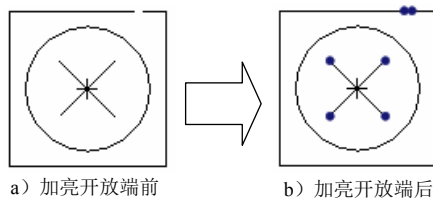

图 4.8.2 加亮开放端
Step2. 选择命令。单击 **草绘** 功能选项卡 **检查** 区域中的  按钮, 系统自动加亮图 4.8.2